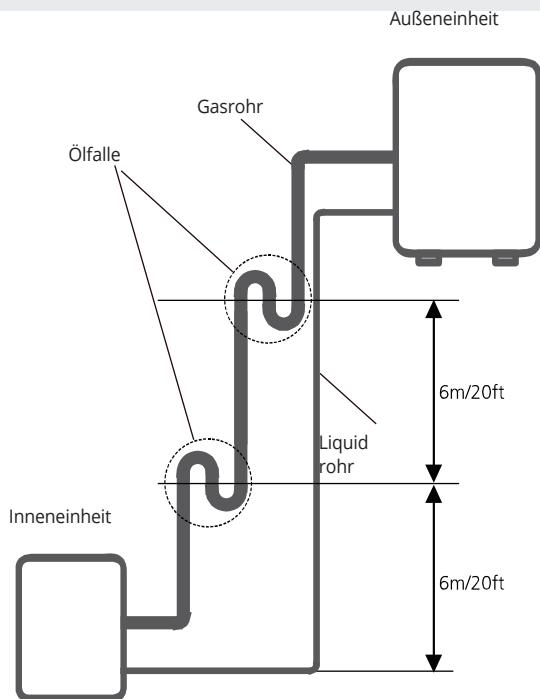

Abb. 6.2
- Es wird empfohlen, die vertikale Saugwirkung nicht zu übermäßig zu heben. Die ordnungsgemäße Rückführung des Öls zum Kompressor sollte durch die vom Gas angesaugte Geschwindigkeit erfolgen. Wenn die Geschwindigkeit unter 7,62 m / s (1500 fpm) fällt, nimmt der Ölrücklauf ab. Alle 6 Meter (20Ft) des vertikalen Saugrohrs muss eine Ölfalle installiert werden. (Siehe Abb.6.2)